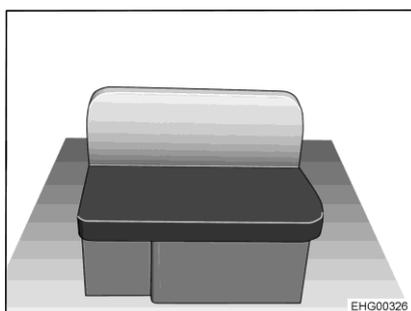

Fig. 19 Divano, destra
- Rimuovere il cuscino del divano e quello dello schienale dal divano (Fig. 19).